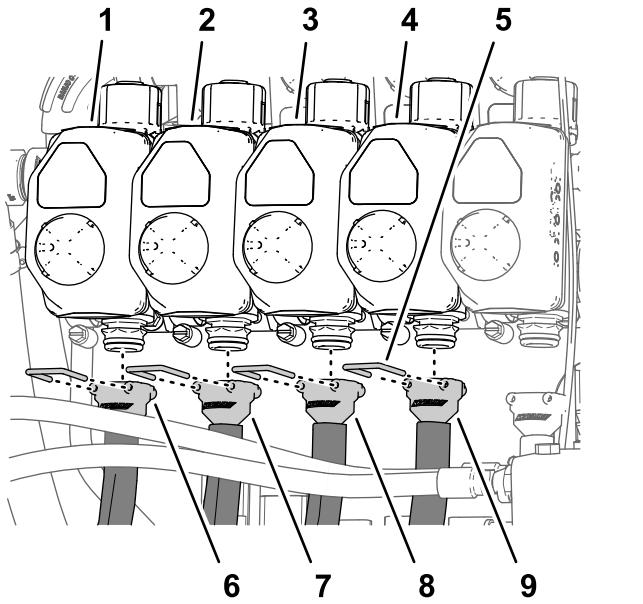
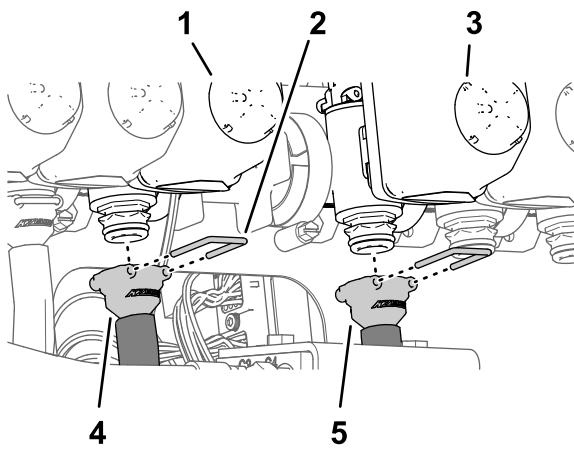
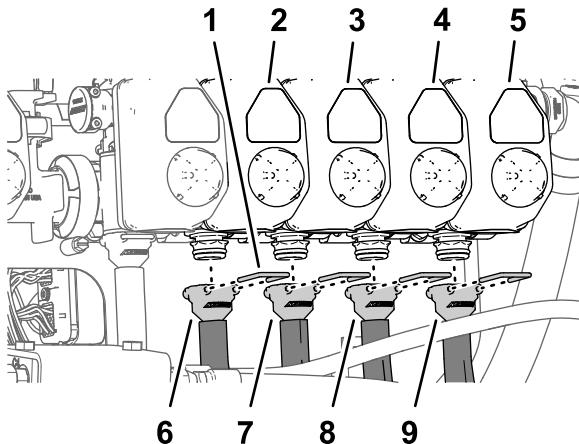

Figura 124
Figura 125
Figura 126
Nota: Consulte Figura 124 em Montar os tubos nas válvulas do bico 1 a 4 \(página 58\), Figura 125 em Montar os tubos nas válvulas do bico 5 e 6 \(página 58\) e Figura 126 em Montar os tubos nas válvulas do bico 7 a 10 \(página 59\) para ver as posições da válvula do bico.
1. Monte a união estriada reta de um tubo de alimentação com 279 cm no acoplador da válvula do bico 1 (Figura 124).
2. Prenda a união estriada ao acoplador com um retentor (Figura 124).
3. Monte a união estriada reta de um tubo de alimentação com 234 cm no acoplador da válvula do bico 2 (Figura 124).
4. Prenda a união estriada ao acoplador com um retentor (Figura 124).
5. Monte a união estriada reta de um tubo de alimentação com 188 cm no acoplador da válvula do bico 3 (Figura 124).
6. Prenda a união estriada ao acoplador com um retentor (Figura 124).
7. Monte a união estriada reta de um tubo de alimentação com 188 cm no acoplador da válvula do bico 4 (Figura 124).
8. Prenda a união estriada ao acoplador com um retentor (Figura 124).
1. Monte a união estriada reta de um tubo de alimentação com 81 cm no acoplador da válvula do bico 5 (Figura 125).
2. Prenda a união estriada ao acoplador com um retentor (Figura 125).
3. Monte a união estriada reta de um tubo de alimentação com 81 cm no acoplador da válvula do bico 6 (Figura 125).
4. Prenda a união estriada ao acoplador com um retentor (Figura 125).
- Monte a união estriada reta de um tubo de alimentação com 188 cm no acoplador da válvula do bico 7 (Figura 126).
- Prenda a união estriada ao acoplador com um retentor (Figura 126).
- Monte a união estriada reta de um tubo de alimentação com 188 cm no acoplador da válvula do bico 8 (Figura 126).
- Monte a união estriada reta de um tubo de alimentação com 234 cm no acoplador da válvula do bico 9 (Figura 126).
- Monte a união estriada reta de um tubo de alimentação com 279 cm no acoplador da válvula do bico 10 (Figura 126).